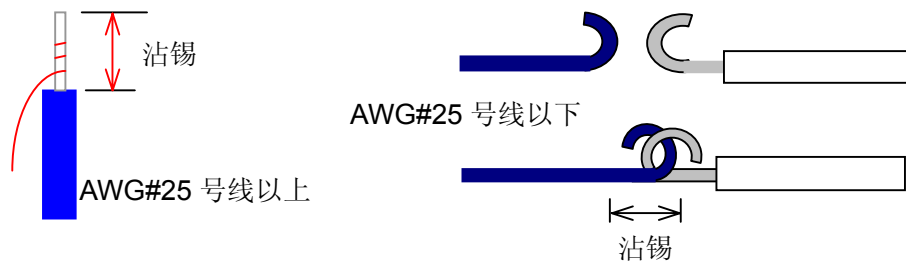

图 7.6
- 2.3 漆包线与 PVC 线连时，AWG#25(含) 以上的细的漆包线可直接缠绕在 PVC 线上至少三圈。AWG#24(含) 以下的较粗的漆包线则必须先预焊再变成勾状后，与预焊后弯成勾状的 PVC 线相连接后焊锡。(如图 7.6)